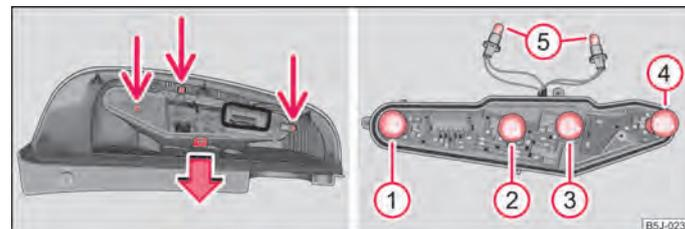

Fig. 161 Desmontaje de la parte central de la luz/Posición de montaje de las bombillas
- Para alcanzar las bombillas, desenrosque la parte central de la lámpara y extraígalas del enclavamiento ⇒ fig. 161 (izquierda).
- Para cambiar la bombilla de la luz de población, girar el portalámparas de la bombilla ⑤ hacia la izquierda hasta el tope (en dirección de las flechas de la caja) y sacarlo de la caja ⇒ fig. 161.
Posición de montaje de las bombillas en la unidad de luces posteriores ⇒ fig. 161, lado derecho.